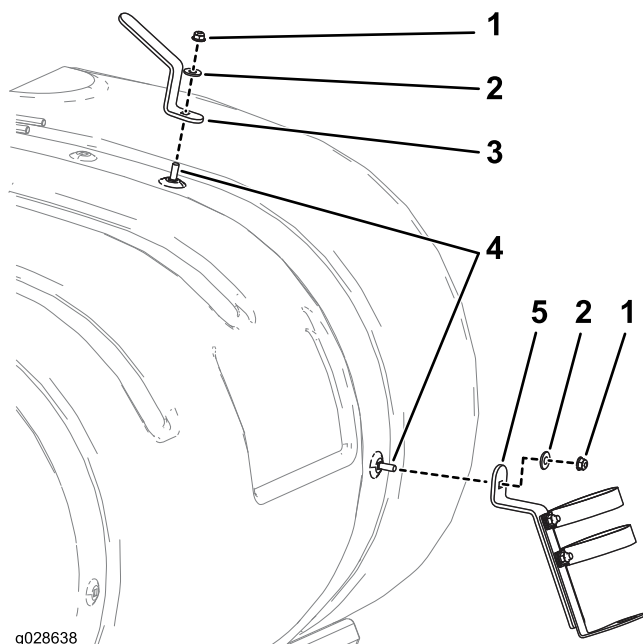

Рисунок 3
1. Ослабьте затяжку переднего хомута бака с правой стороны (Рисунок 3).
2. Установите кронштейн пистолета-распылителя в сборе с помощью каретного болта (5/16 x 3/4 дюйма), шайбы (3/8 дюйма) и контргайки (5/16 дюйма), как показано на Рисунок 3, .
3. Установите крюк шланга с помощью каретного болта (5/16 x 3/4 дюйма), шайбы (3/8 дюйма) и контргайки (5/16 дюйма) , как показано на Рисунок 3